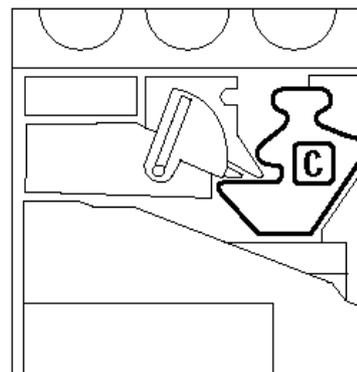

Fig. 15: Posizione del vecchio contenitore di raccolta del developer usato
- 3 Individuare la posizione del contenitore del developer usato (area C in Fig. 15).